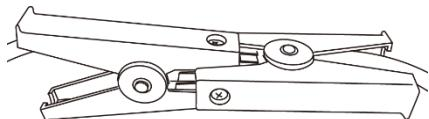

図 1
- ① 本商品を使用する前に、**ワニグチクリップ同士を短絡**させてください。前回使用時の電気が蓄積されている場合があり、強制的に放電させることで十分な効果を得ることが可能になります（図1参照）。